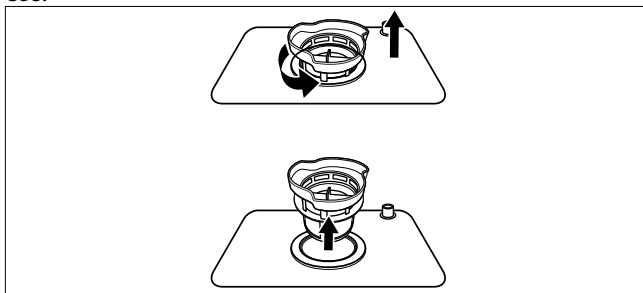

Fig. 24 – Retirada del filtro
- ▶ Para retirar el filtro, desenrosque el filtro fino y extráigalo (véase **Fig. 24**).